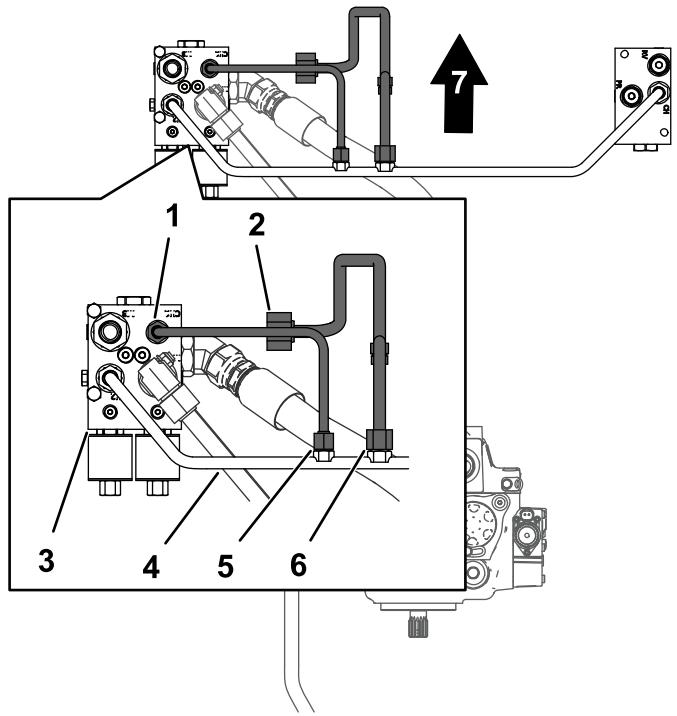

Figure 10
1. Préparez le tube du filtre hydraulique conservé à la section Dépose du tube transversal \(page 4\). Alignez l'écrou-raccord du tube de filtre hydraulique sur le raccord du tube transversal de collecteur, comme montré à la Figure 10.
3. Alignez les écrou-raccords du tube de diviseur sur les raccords du tube transversal du collecteur et du collecteur du diviseur de débit (Figure 10).